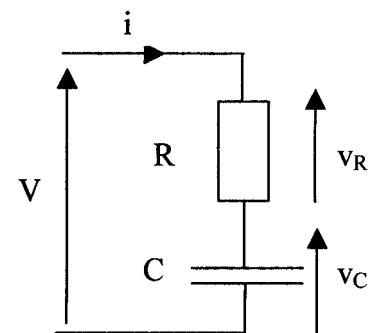
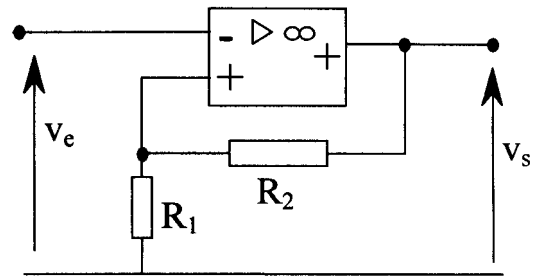
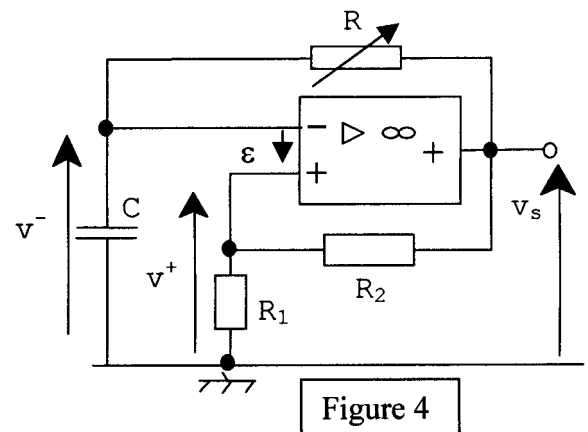

figure 2
Figure 3
Figure 4
Soit le circuit représenté figure 2 ci-contre ;
On considère le montage figure 3 ci-contre dans lequel la tension $v_e(t)$ est aussi la tension $v_c(t)$ aux bornes du condensateur du montage de la figure 2 :
2.2.1) En examinant le montage figure 3, préciser le régime de fonctionnement de l'amplificateur de différence intégrée en justifiant votre réponse brièvement.
Le montage figure 4 est obtenu en associant les deux montages précédents figure 2 et figure 3.
- 2.3.3) La résistance R de la figure 4 est celle du capteur de température étudié dans la partie 1 (sa caractéristique est donnée en annexe).